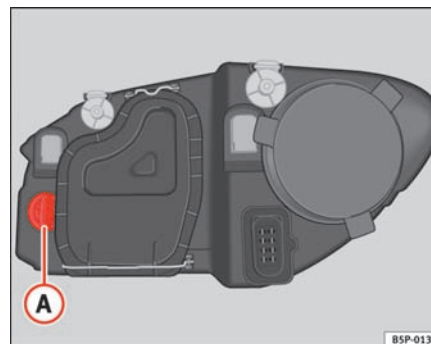

Fig. 156 Blinklyspære
- Drej fatningen ⇒ fig. 156 **A** mod venstre, og træk i den.